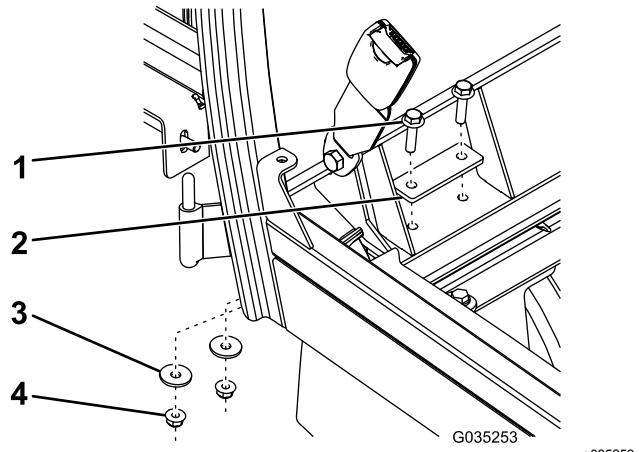

Figure 13
- Fixez l'arrière du cadre de cabine aux supports gauche et droit au moyen de 4 boulons à embase ($5/16$ " x $1\frac{1}{4}"), 2 plaques de support, 4 rondelles plates et 4 écrous à embase ($5/16"), comme montré à la Figure 13.$$